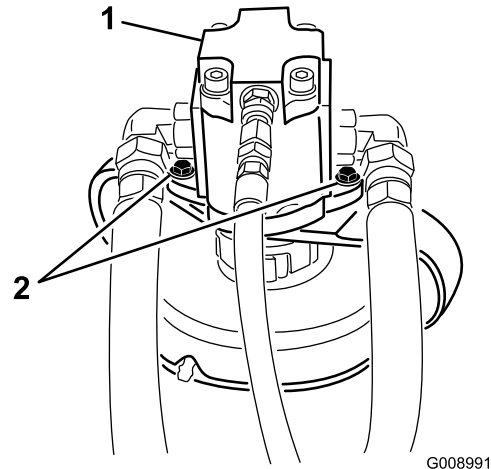

Bild 82
4. Entfernen Sie die Schrauben, mit denen der Hydraulikmotor am Mähwerk befestigt ist (Bild 82). Heben Sie den Motor vom Mähwerk ab und legen ihn auf die Oberseite des Mähwerks.
2. Entfernen Sie die Schrauben, mit denen der Hydraulikmotor am Mähwerk befestigt ist (Bild 82). Heben Sie den Motor vom Mähwerk ab und legen ihn auf die Oberseite des Mähwerks.